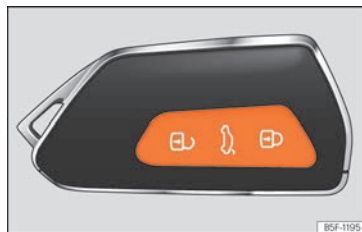

Fig.74 Clé à radiocommande : touches.
- Verrouiller : appuyez sur le bouton  » » fig. 74.